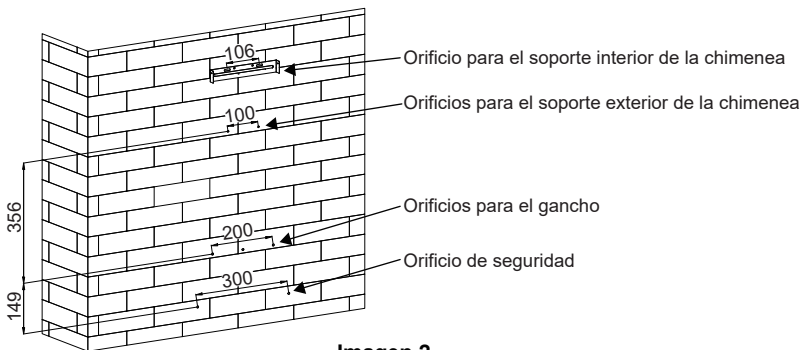

Imagen 2
3. Taladre 5 orificios de $\varnothing 8$ mm en un lugar adecuado para alojar el gancho y el soporte interior de la chimenea, una vez fijada la altura de instalación, y manténgalo alineado. La posición fija del soporte interior de la chimenea es el lugar más alto de esta última. Véase la imagen 2.
4. Atornille y apriete el gancho a la pared con los 3 tornillos (4x40 mm) y los tacos suministrados y utilice 2 tornillos ST4*40 mm para fijar el soporte interior de la chimenea. Véase la imagen 2.